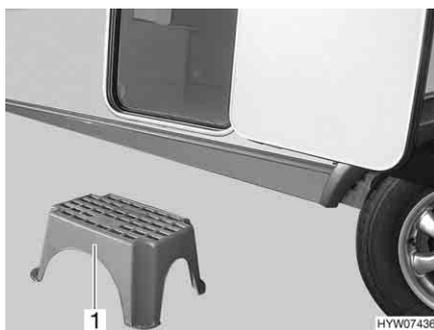

Fig. 24 Escalón de entrada (independiente)
- Colocar el escalón de entrada (Fig. 24, 1) delante de la entrada de la caravana.